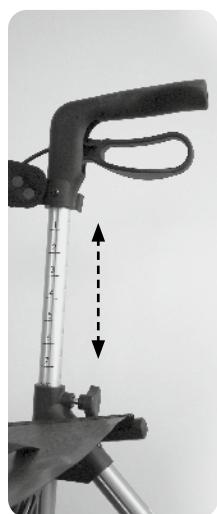

fig. 7
2. Faites glisser la poignée à la hauteur souhaitée (fig. 7).
Réglez les deux poignées à la même hauteur. Les chiffres imprimés à l'intérieur des poignées vous aident à ajuster facilement la hauteur de votre poignée personnelle (fig. 7). Le réglage le plus élevé possible des poignées est marqué avec MAX. Pour des raisons de sécurité, il se peut qu'un paramètre plus élevé ne soit pas effectué.